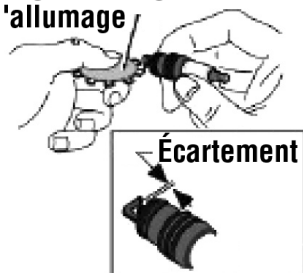

Fig. 18
4. Vérifiez l'écartement à l'aide d'une jauge de bougies conformément à la figure 18. Au besoin, rétablissez l'écartement (voir Spécifications).